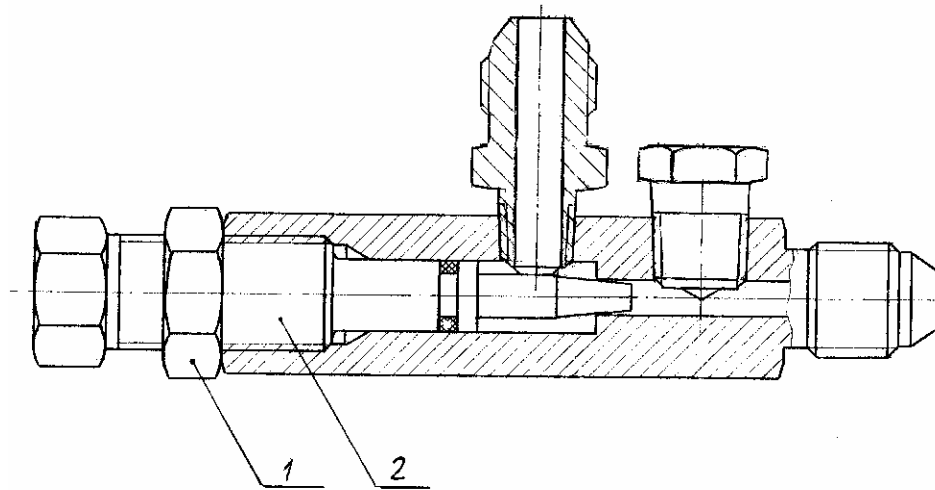

Рис. 7.1 Дроссель регулируемый
С целью обеспечения регулировки тормозного пути в гидросистеме погрузчика предусмотрен дроссель Др (рис.7.1), установленный в линии «камера растормаживания дискового тормоза Т – тормозной блок БТ».
1. Ослабьте контргайку 1 (рис. 7.1) дросселя ДР и заверните регулировочный винт 2 до упора, затем отпустите винт 2 на два оборота.